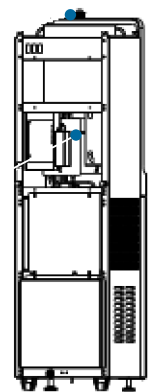

图 12 · 取出 LED 紫外灯并换上新灯
5. 用活动扳手从底部拧松 LED 紫外灯的螺母，断开灯的接头，取出旧的 LED 紫外灯（图 12）。